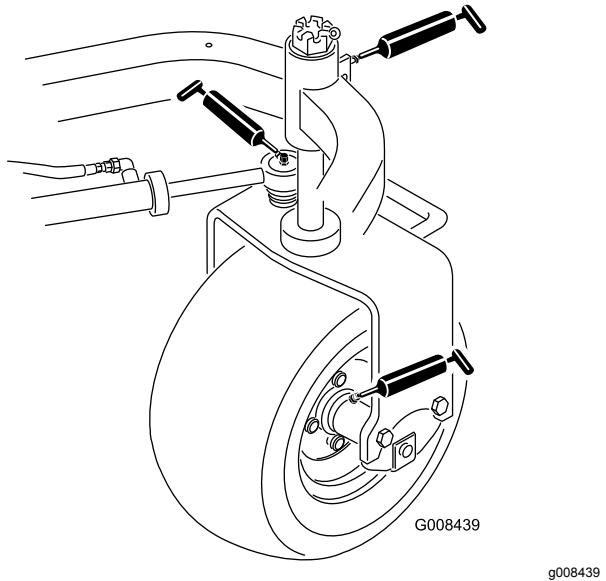

Bild 29
- Hinterradnabe (1) (Bild 29)
- Laufradlager (1) (Bild 29)
- Lenkzylinder (2) (Bild 29)